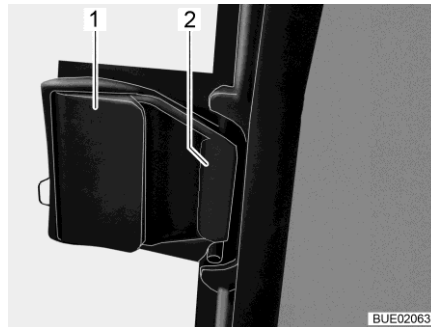

Bild 118 Skjutfönster, låst
- Dra i frigöringsknappen (Bild 118,1). Spärren (Bild 118,2) öppnas.